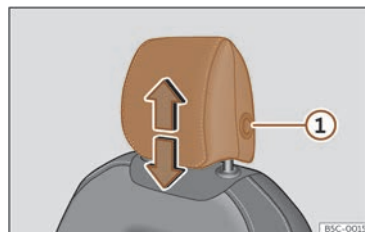
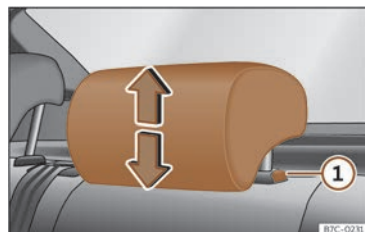

Fig. 99 Asiento delantero: regulación del apoyacabezas.
Fig. 100 Apoyacabezas trasero: regulación del apoyacabezas.
- Agarre el apoyacabezas con ambas manos por los lados y empuje hacia arriba hasta encajarlo en la posición deseada. Para bajarlo, haga la misma acción, pulsando el botón lateral ① >>> fig. 99 , >>> fig. 100.